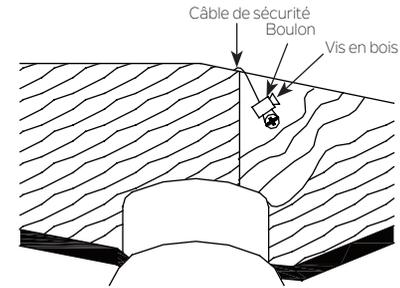

Fig. 12
Étape 2. Insérez le câble de sécurité dans le plafond en le faisant passer par le support de montage et l'un des trous de la boîte de sortie. Ajustez la longueur du câble de sécurité pour atteindre la vis et les rondelles en tirant le câble supplémentaire à travers le serre-câble jusqu'à ce que la longueur totale soit correcte, remettez l'extrémité du câble dans le serre-câble, en formant une boucle à l'extrémité du câble. Serrez bien le serre-câble. Maintenant, mettez la boucle à l'extrémité du câble de sécurité sur la vis à bois et sous la rondelle. Serrez bien la vis à bois. (Fig. 12)